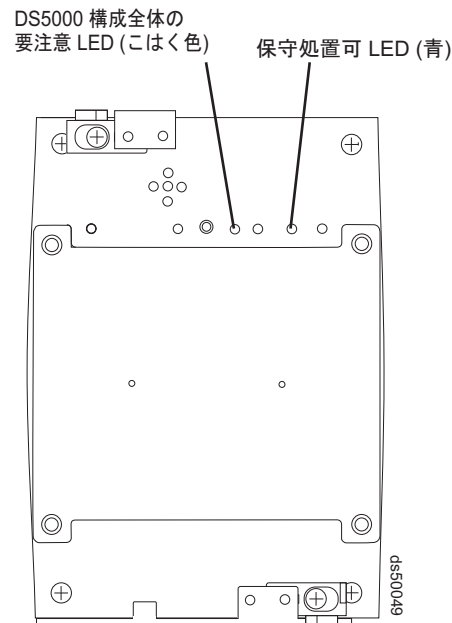

図 132. 相互接続バッテリー・ユニットの要注意 LED と保守処置可 LED
4. 保守処置可状況 LED はオンになりましたか？ (図 132 に、相互接続バッテリー・ユニットにある保守処置可状況 LED の位置を示します。)